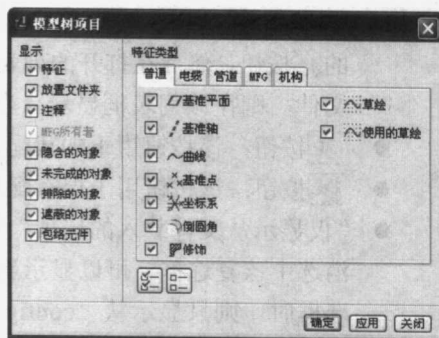

图 1-20 “模型树项目”对话框
(1) 新建模具文件
- ① 单击“文件”工具栏上的 图标按钮，打开“新建”对话框。然后选中“类型”选项组中的“制造”单选按钮，“子类型”选项组中的“模具型腔”单选按钮。
- ② 接受缺省的文件名“mfg0001”，然后单击对话框底部的 **确定** 按钮，进入模具模式。
(2) 设置模型树
- ① 单击模型树中的 **设置(S)** 按钮，并在弹出的“设置”菜单中选择“树过滤器”命令，打开“模型树项目”对话框。
- ② 在该对话框中，选中“显示”选项组中的所有选项的复选框，如图 1-20 所示。然后单击对话框底部的 **确定** 按钮，退出对话框。
- ③ 单击模型树中的 **设置(S)** 按钮，并在弹出的“设置”菜单中选择“保存设置文件”命令，打开“保存模型树配置”对话框。
- ④ 通过“查找范围”下拉列表框，改变目录到启动目录中（如“D:\start”），并接受缺省的文件名“tree.cfg”。然后单击对话框底部的 **保存** 按钮，退出对话框。